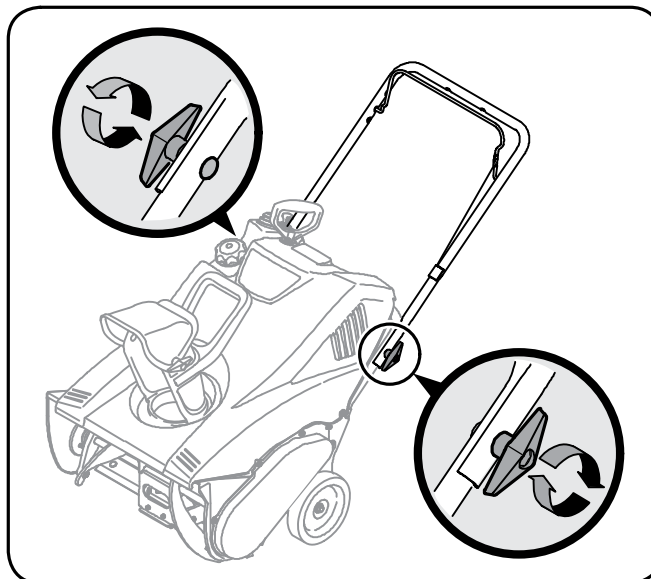

Figure 3-2
3. Serrez les boutons. Voir la Figure 3-2.